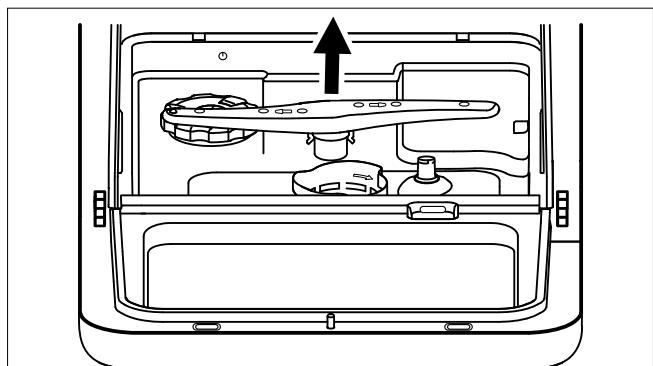

Abb. 25 – Sprüharm herausnehmen
- ▶ Entfernen Sie den Sprüharm (4) im Innern des Gerätes (siehe Abb. 25), um ihn zu reinigen. Heben Sie diesen dazu leicht an und entnehmen Sie ihn. Reinigen Sie den Sprüharm unter fließendem Wasser und prüfen Sie, dass die Öffnungen nicht verstopft sind. Setzen Sie ihn danach wieder ein.